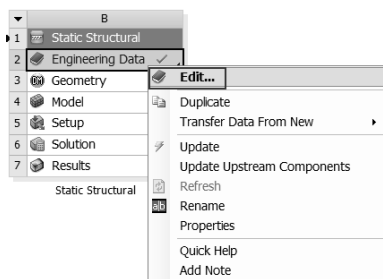

图 19-106 材料属性设定
Step1: 材料属性设定。在 C2 (Engineering Data) 中右击, 在弹出的快捷菜单中选择 Edit 命令, 单击如图 19-106 所示工具栏上的 Engineering Data Sources 按钮。